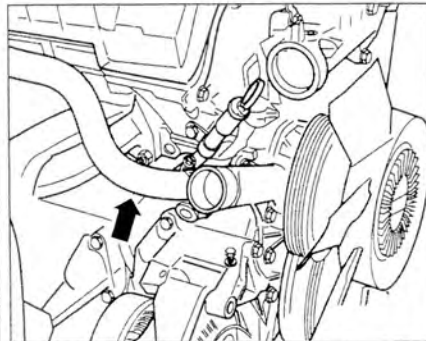

Рис. 2.9. Отсоедините от двигателя трубку охлаждающей жидкости (стрелка) для радиатора и закрепите ее сбоку.
23. Отсоедините от двигателя трубку охлаждающей жидкости (стрелка) для радиатора и закрепите ее сбоку (рис. 2.9).